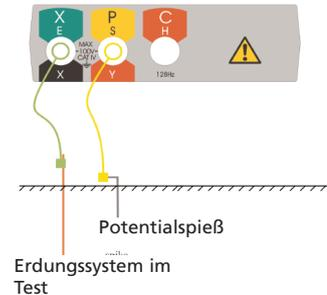

Abbildung 13: Anschlüsse für das Messen der Rauschspannung und des Zweipolwiderstands
1. Wenn der Wahlschalter auf die Position „OFF“ eingestellt ist, schließen Sie das Instrument wie in Abbildung 13 gezeigt an.
1. Wenn der Wahlschalter auf die Position „OFF“ eingestellt ist, schließen Sie das Instrument wie in Abbildung 13 gezeigt an, aber an dem zu prüfenden Teil der Installation angeschlossen.